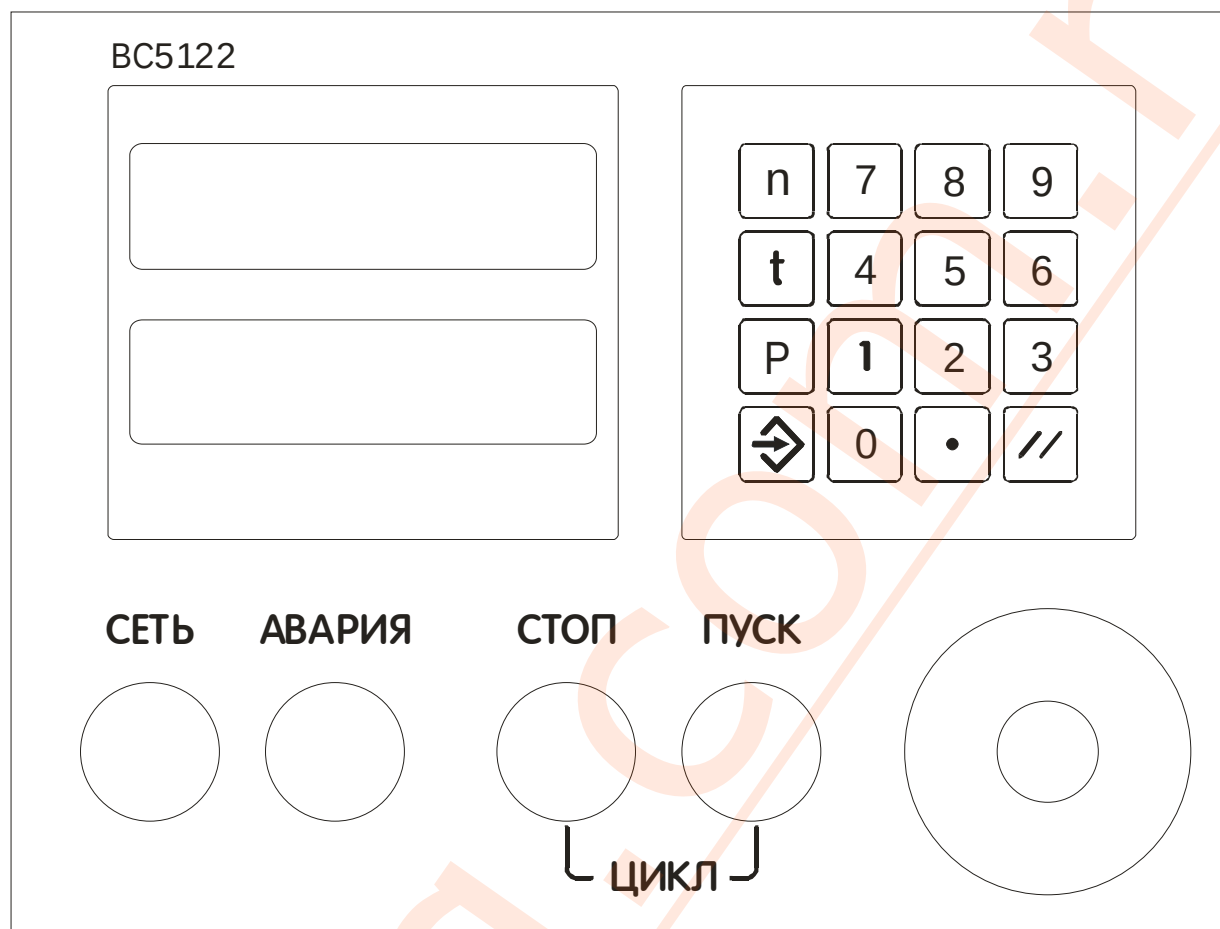

Рис.3.1.
3.2. На лицевой панели пульта управления УЦИ (см.рис.3.1) расположены клавиатура, двухстрочное жидкокристаллическое индикаторное табло (в дальнейшем ЖКИ) оперативной информации состояния УЦИ, светодиодное индикаторное табло (в дальнейшем - ИТ) текущего значения отсчета, кнопка пуска цикла испытаний "**ПУСК**" с индикацией режима, кнопка принудительного останова цикла испытаний "**СТОП**", кнопка аварийного останова, индикаторная лампа аварийного режима "**АВАРИЯ**", индикаторная лампа включения сетевого электропитания "**СЕТЬ**".